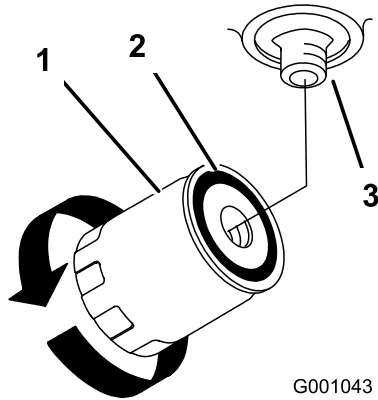

Figura 69
3. Aplique una capa fina de aceite hidráulico a la junta de goma sobre el filtro nuevo (Figura 69).
hasta que la junta de goma entre en contacto con el adaptador del filtro, luego apriete el filtro media vuelta más (Figura 69).